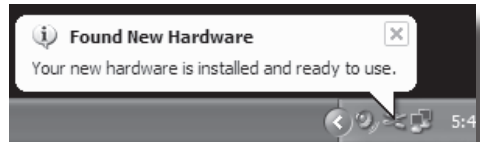

Figura 10
2. Una vez hayan sido instalados los drivers, aparecerá "Su nuevo hardware está instalado y listo para su uso" (Figura 10).